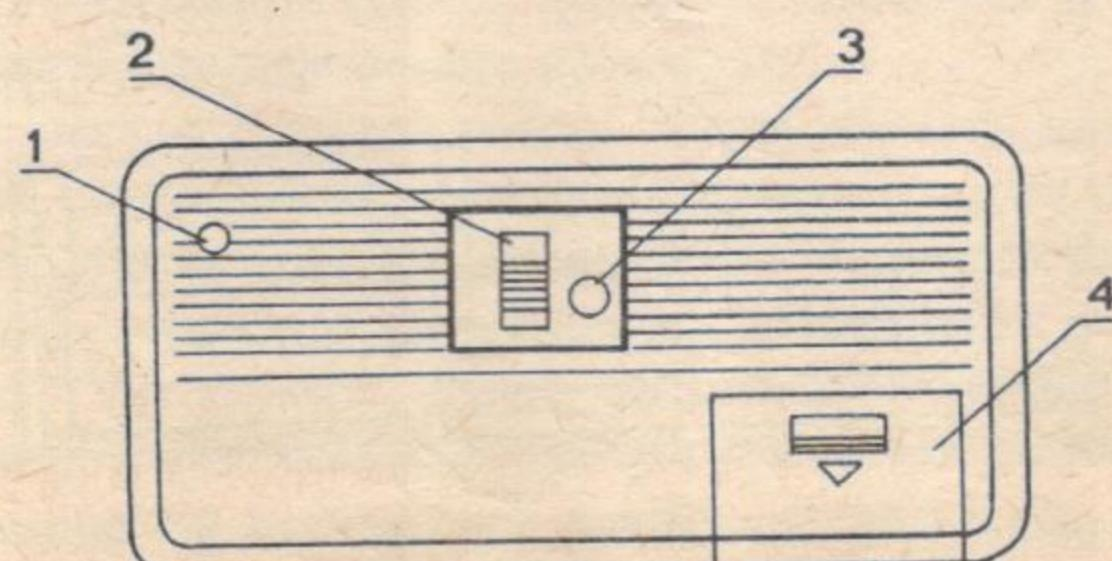

Рис. 2
I.3. Проверьте сохранность пломб на задней стенке радиоприемника рис.2 поз. I и его комплектность.
4.4. Расположение и назначение органов управления радиоприемника, гнезд и розеток для внешних соединений показано на рис. I и рис. 2.
Переключателем диапазонов (поз. 2 рис. 2) выберите нужный диапазон.
5.4. Для более уверенного приема дальних радиовещательных станций в радиоприемнике имеется розетка для подключения внешней антенны (поз. 3 рис. 2).